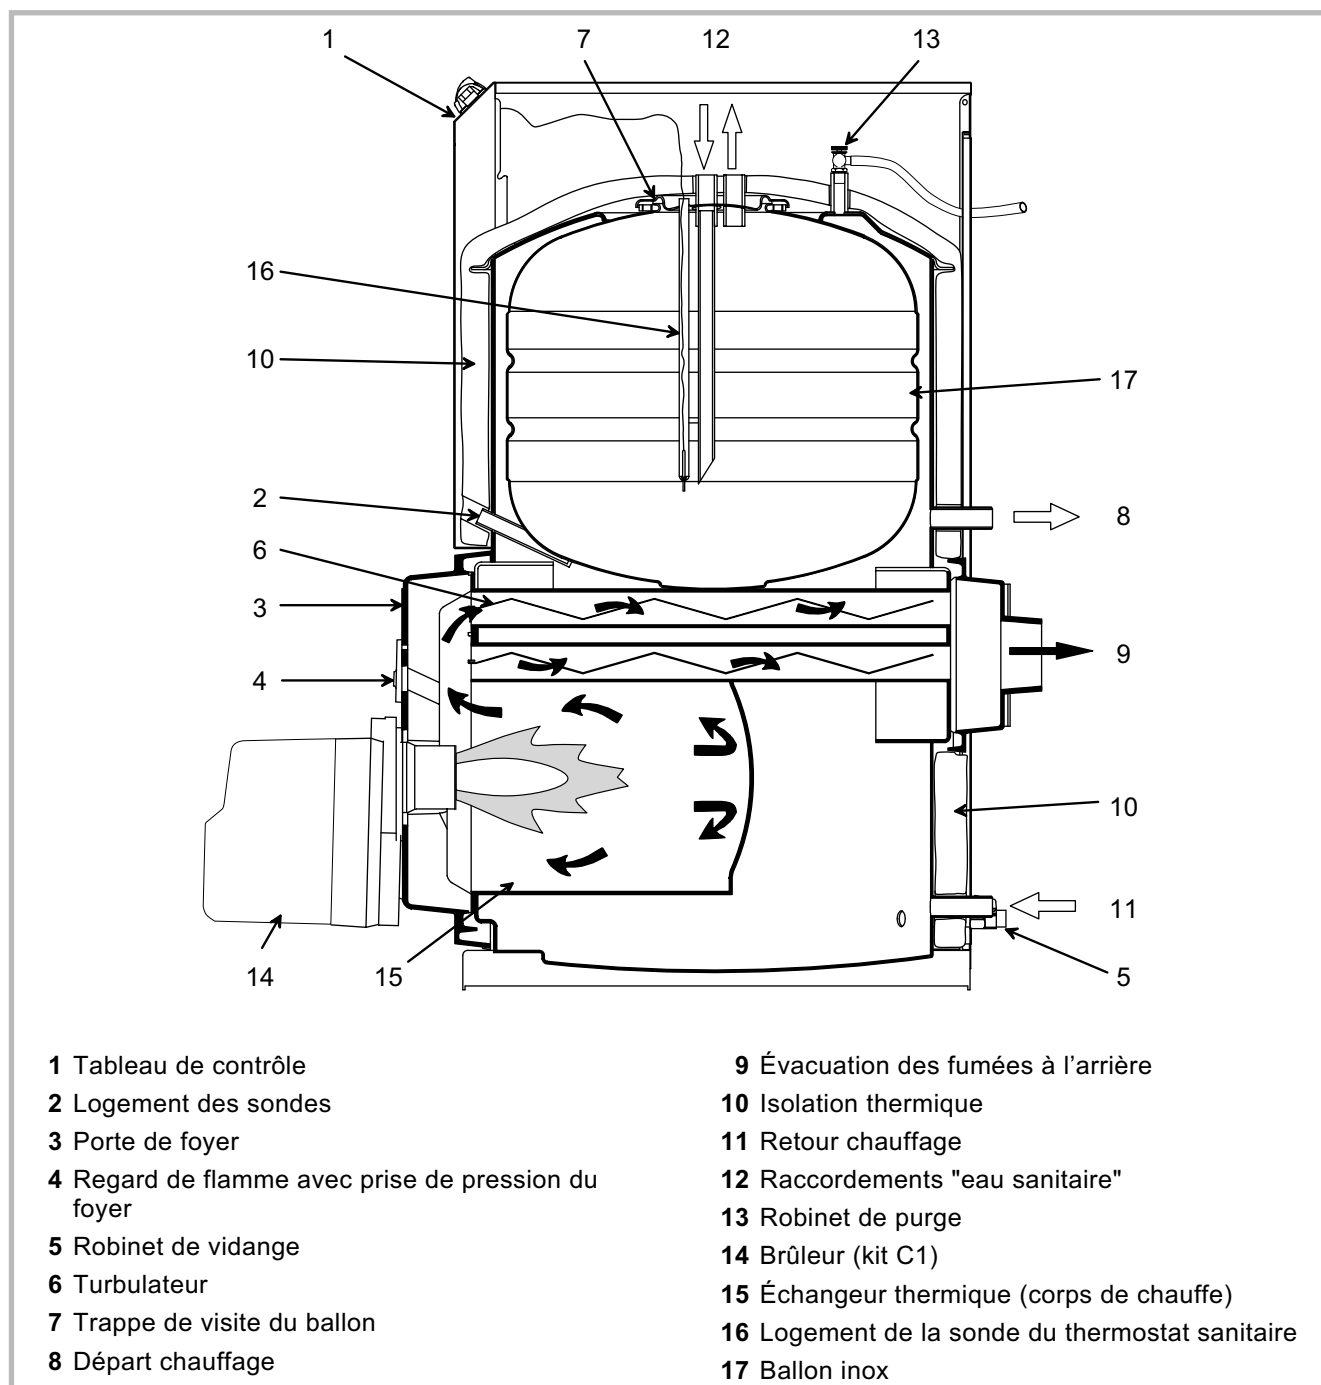

Figure 4 - Coupe schématique de l'échangeur
- Purger le corps de chauffe (rep. 13, fig. 4, p. 5)